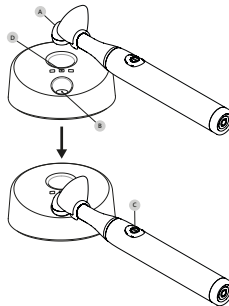

Figure 9 – Mesurage de l'Intensité Lumineuse
1. Poser la pointe (Figure 9 à page 17 - Réf. A) sur un plan, sans appuyer, directement sur la surface du senseur d'intensité (Figure 9 à page 17 - Réf. B);
2. Brancher la lampe en appuyant sur la touche on/off (Figure 9 à page 17 - Réf. C).